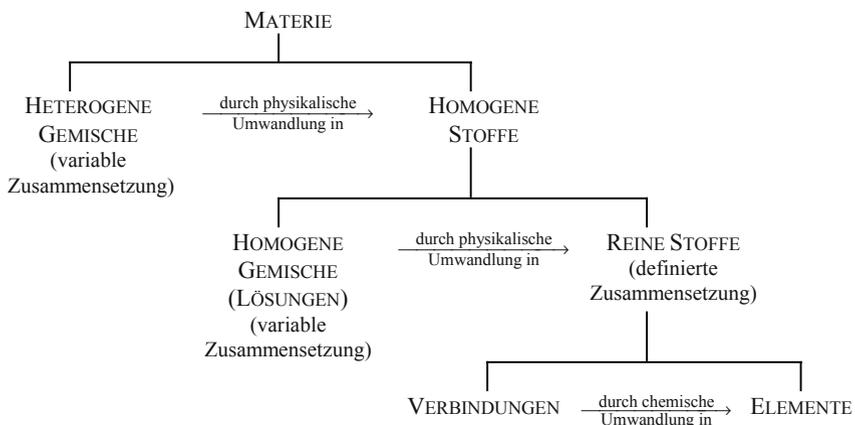

Abb. 1. Einteilung der Materie
Die übliche Einteilung der Materie zeigt Abb. 1.
**Die chemischen Elemente (Abb. 1) sind Grundstoffe, die mit chemischen Methoden nicht weiter zerlegt werden können.**